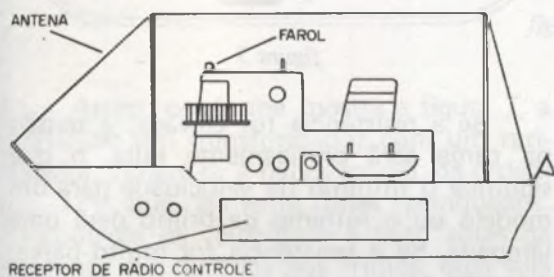

figura 2
b) Nautimodelismo que é o hobby que abrange a construção de barcos em miniatura. Não há também limite para os recursos eletrônicos que podem ser usados nestes brinquedos, além do controle remoto. Apitos, sinalizadores luminosos, guindastes automáticos, etc., são alguns exemplos que podemos dar. (figura 2)